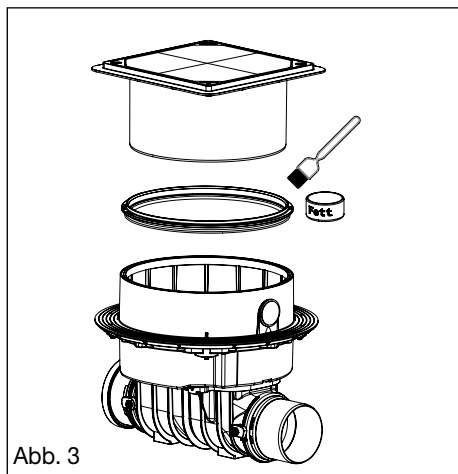

Abb. 3
C. Bauzeitstellung (Bild 3, teilweise geöffneter Betriebs- und Notverschluss)
Für den Anschluss der elektrischen Leitungen von Sonde und Antriebsmotor ist baurechts ein Kabelleerrohr (mind. DN 50, KESSEL empfiehlt 2 x 45°-Bögen) bis mind. auf Fertigfußbodenhöhe (siehe Abb. 2) zu verlegen und in die Kabeldurchführung im Zwischenstück des KESSEL-Staufix FKA einzuführen. Die beiliegende Profil-Lippendichtung in die Nut des Zwischenstückes einlegen und einfetten. Anschließend das Aufsatzstück montieren (Abb. 3). Durch das